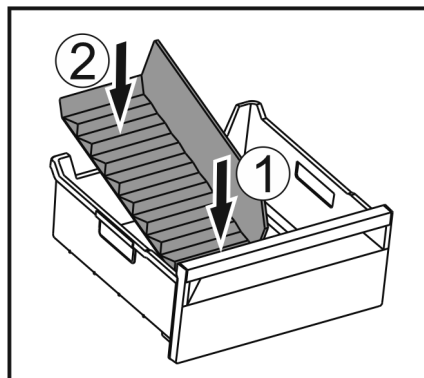

Fig. 235
- Introduceți partea frontală a separatorului pentru compartimentul de gheață. Fig. 235 (1)
- Coborâți partea posterioară a separatorului pentru compartimentul de gheață până la baza sertarului. Fig. 235 (2)